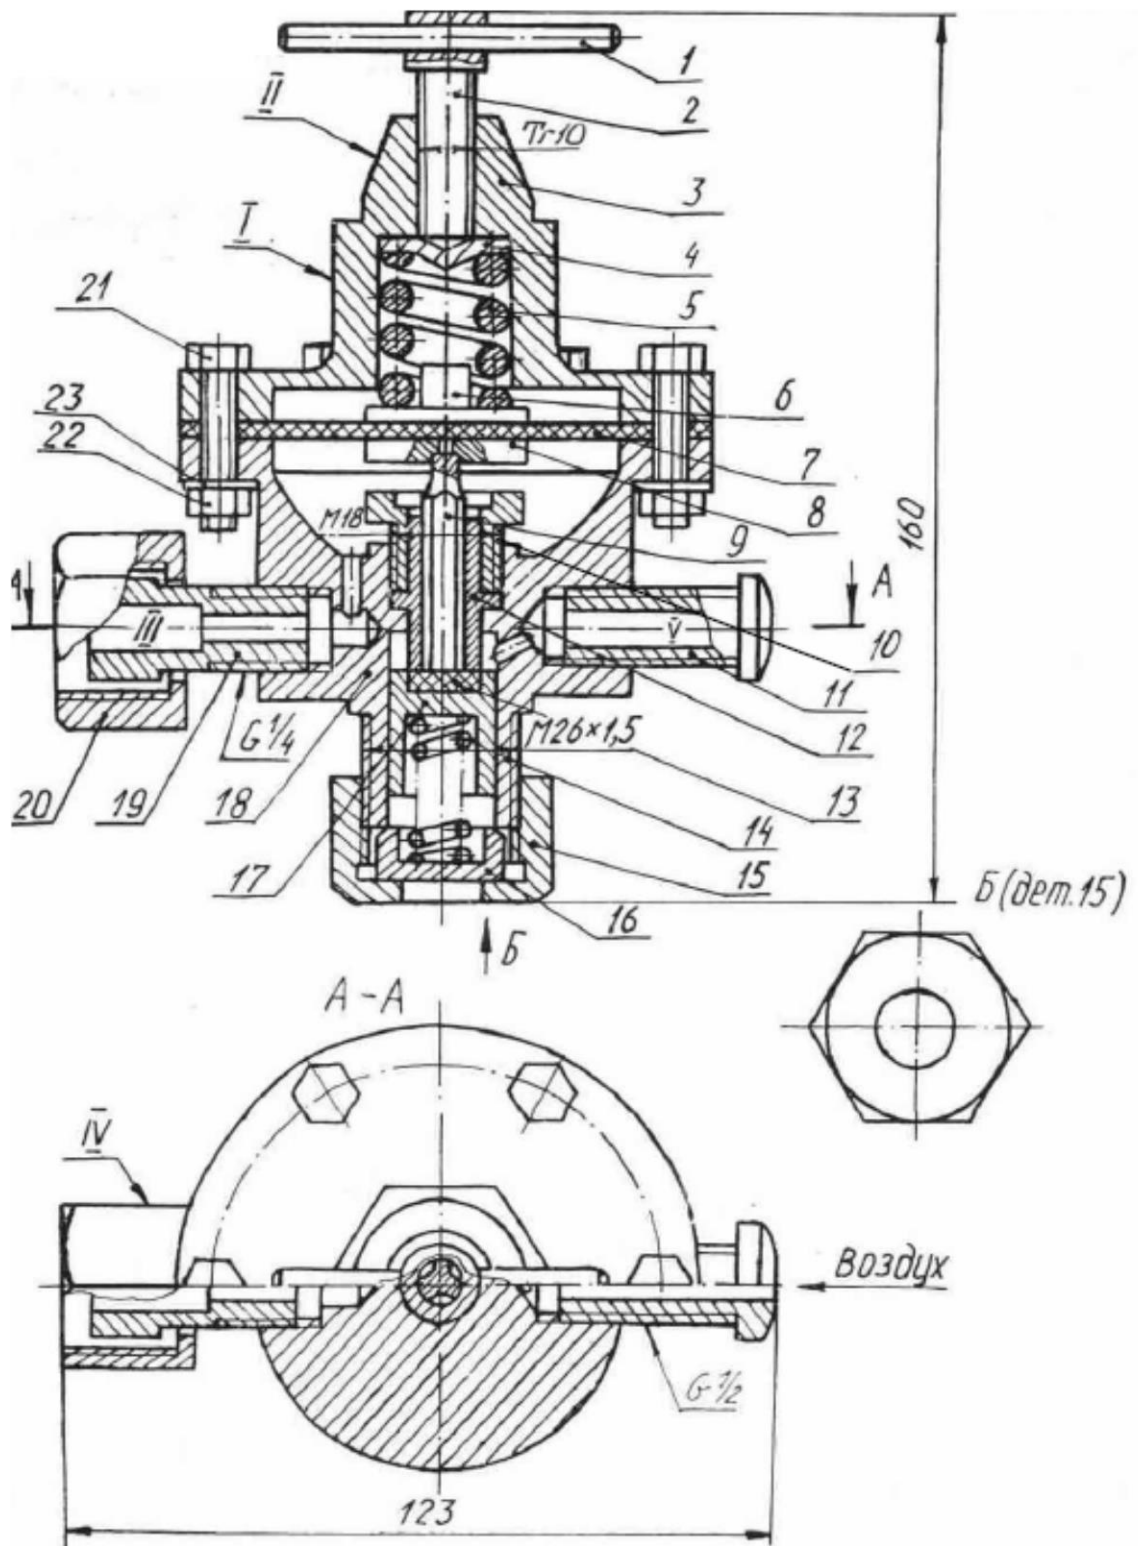
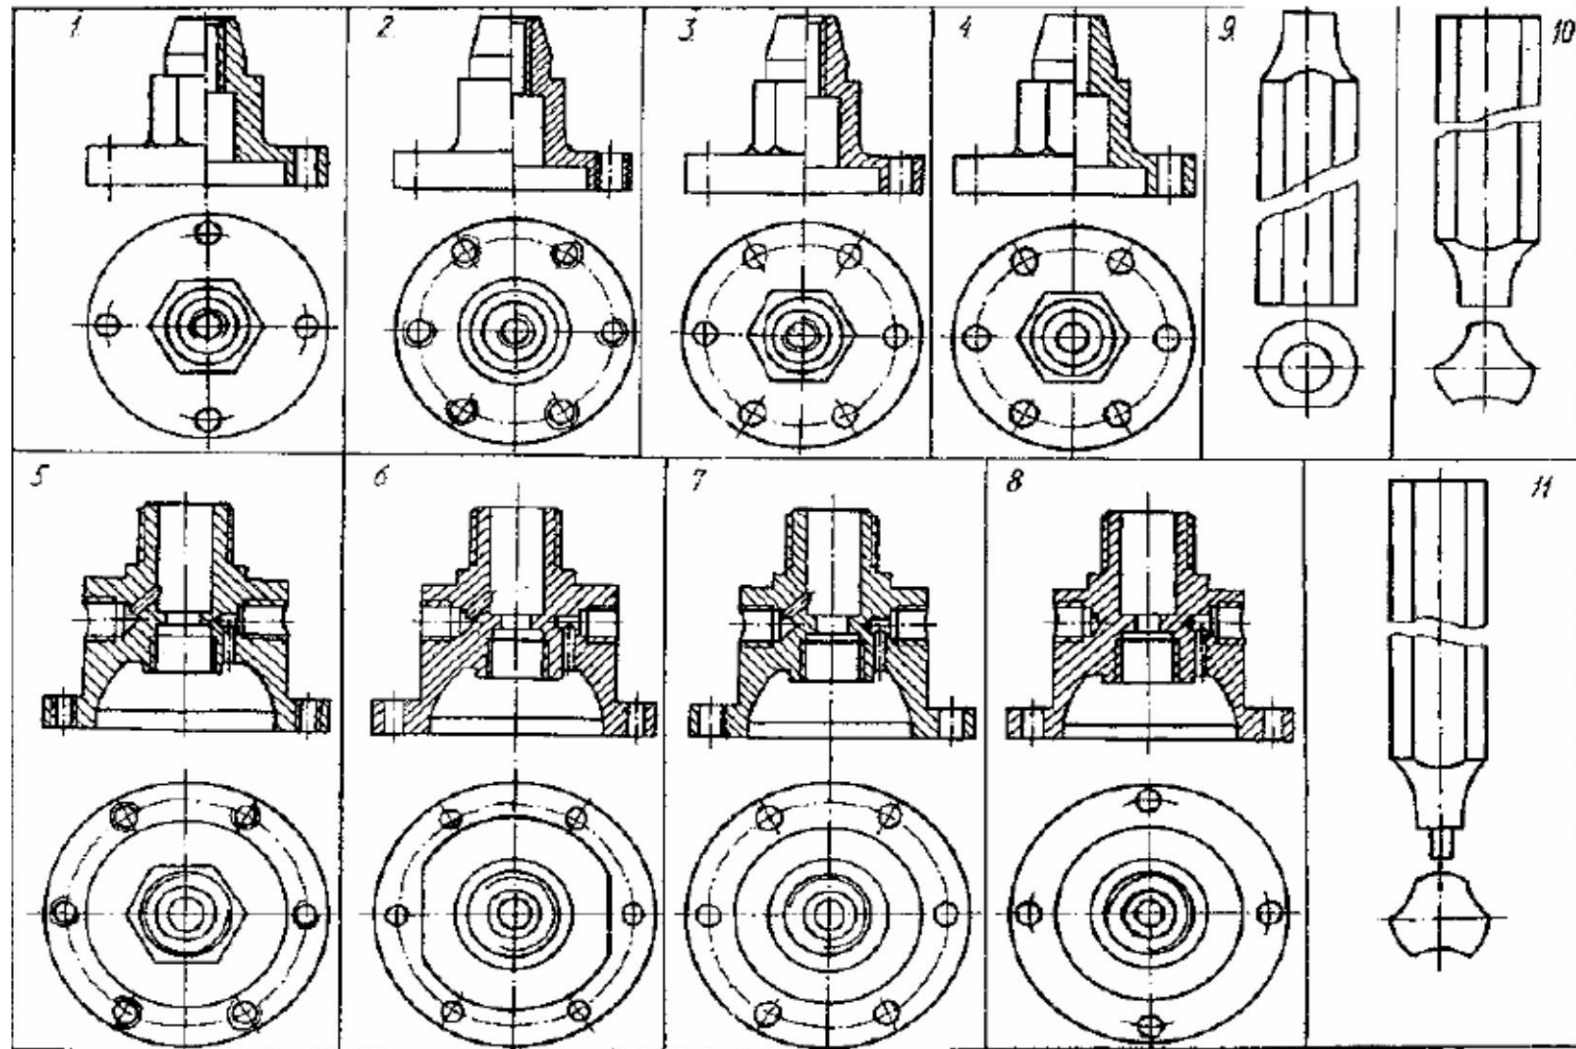

Рисунок 5.1
Рисунок 5.4
Инструкция: тест состоит из 24 вопросов. На его выполнение отводится 60 минут. Чтобы ответить на вопросы, приведенные в таблице 5.1, необходимо внимательно изучить чертёж общего вида пневмоклапана (рисунок 5.1) и ознакомиться с его спецификацией (таблица 5.2). Выяснить принцип работы этого изделия. Предложенные задания рекомендуется выполнять по порядку. Отвечая на вопросы № 22, № 23, № 24 обратитесь так же к набору эскизов деталей (рисунок 5.4). Обратите внимание, что каждый эскиз детали имеет номер, следовательно, ответ должен соответствовать ему.
23.	На каком из изображений показана деталь позиции 18? (рис.5.4)
24.	На каком из изображений показана деталь позиции 9? (рис.5.4).